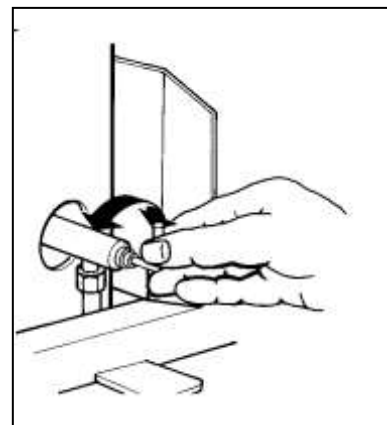

Bild 9
- Den Einlass am Brennertopf mit Hilfe des Schürhakens reinigen. Drehen und Ziehen Sie den Schürhaken. (Bild 9).